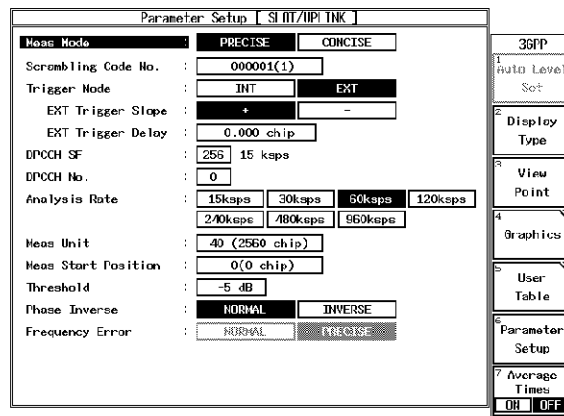

図 6-11 測定パラメータ表示
3. R3267 シリーズを IQ 入力、UP LINK 測定に設定し、パラメータを図 6-11 のように設定し、**DC CAL** を実行します。